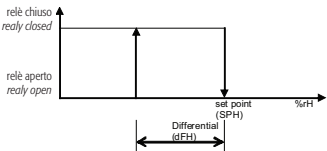

Fig. 4
- a regolazione ON/OFF: l'algoritmo di controllo funziona come da diagramma in Fig. 4 dove la richiesta di umidificazione viene attivata (il relè chiude i contatti 1 e 2) quando il valore di umidità è al di sotto dell'intervallo "set point - differenziale" e viene disattivata (il relè apre i contatti 1 e 2) al raggiungimento del set point. Attraverso l'umidostato Clima si imposta il set point e il differenziale per determinare l'intervallo all'interno del quale si vuole far lavorare l'umidificatore.
- ON/OFF regulation: The control algorithm works as shown in Fig. 4 diagram where the humidity request is turned on (the relay closes contacts 1 and 2) when humidity is under the "set point - differential" range and is turned off (the relay opens contacts 1 and 2) when the set point is reached.